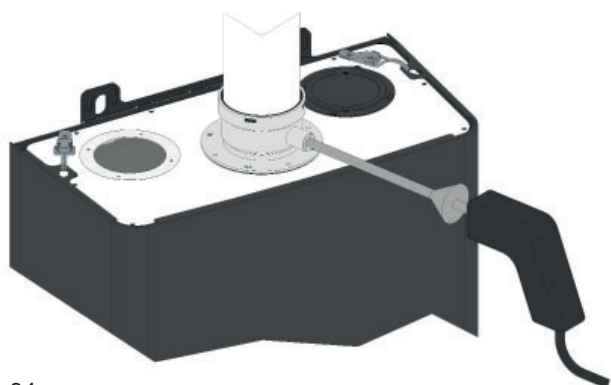

Fig. 34
- Inserire la sonda dell'analizzatore di combustione nella presa predisposta sullo scarico fumi (fig. 34), trascorsi circa 2/3 minuti dall'accensione eseguire l'analisi e verificare la corrispondenza del valore di CO2 letto sull'analizzatore con quello indicato in tabella alla potenza massima.
- Nel caso in cui il valore di CO2 non corrisponda eseguire la regolazione agendo sulla vite "N" (fig. 34) del regolatore di rapporto fino ad ottenere il valore di CO2 previsto. Ruotare in senso orario per diminuire il valore di CO2, in senso antiorario per aumentarlo.